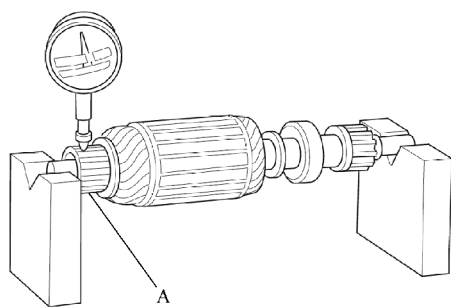

图 24-12 测量换向器径向跳动量
6) 测量换向器 A 的径向跳动量, 如图 24-12 所示。如果换向器的跳动量在维修极限 (0.4mm) 内, 则检查换向器整流片之间的炭屑或黄铜碎片。如果换向器跳动量不在维修极限内, 则更换电枢。